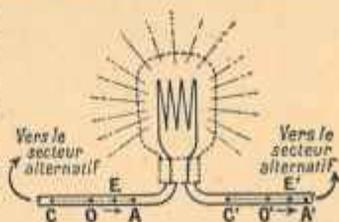

FIG. 20. — Les oscillations d'électrons dans le courant alternatif simple.
— Considérons (fig. 20) le cas des deux fils de jonction qui relient les bornes d'un secteur alternatif à la douille d'une ampoule allumée. Dans l'un de ces fils (celui de gauche, par exemple), un électron E effectue des oscillations telles que OAO, dont la durée est $1/50$ de seconde et dont l'« amplitude » OA est de l'ordre d'un centième de millimètre. C'est donc une grossière erreur de croire — comme on le fait parfois — que les électrons parcourent la canalisation tout entière de bout en bout...
On dit que la *fréquence* des courants alternatifs industriels est 50 périodes par seconde ou, plus brièvement, 50 *cycles* (fréquence normale). Ces courants alternatifs sont exactement de même nature que les oscillations dont sont le siège les antennes des postes de T. S. F.; mais, tandis que les lignes de lumière et de force emploient des *basses fréquences*, les émissions radiophoniques utilisent des *hautes fréquences*: Radio-Paris a choisi une fréquence de 182 kilocycles; en une seconde, les électrons de l'antenne effectuent 182 000 oscillations analogues à OAOCO (fig. 20).
La question essentielle qui se pose est la suivante: quelle relation peut-il y avoir entre la vitesse *continue* communiquée par un accu aux électrons (fig. 17) et la vitesse *maximum* des électrons en O ou en O' (fig. 20), pour que le débit de chaleur soit le même. On se rend compte que la vitesse en O — qui n'est atteinte que pendant un instant extrêmement court — doit être *plus grande* qu'une vitesse qui reste constamment la même. D'une manière plus précise, le calcul et l'expérience sont d'accord pour conclure que la vitesse maximum en O (fig. 20) soit 1,414 fois plus grande (1) que la vitesse continue (fig. 17). Quand cette condition est remplie, on dit que l'*intensité efficace* du courant alternatif est égale à l'intensité du courant continu qu'il est capable de remplacer.
avant de s'en servir; » l'agitation du liquide du flacon donne une image de l'oscillation des électrons (fig. 20) sous l'influence d'une tension alternative. Au contraire, la versée du liquide dans une cuiller à soupe est analogue à l'écoulement uniforme des électrons (fig. 17) soumis à une tension continue.
Les machines génératrices — dites « alternateurs triphasés » — qui tournent dans les usines électriques ont pour effet de faire osciller les électrons dans les trois fils F_1, F_2, F_3 ; mais, à l'inverse de ce qui a lieu pour l'alternatif simple (électrons E, E' de la figure 20), les électrons E_1, E_2, E_3 (fig. 21) ne sont pas « en phase ». La durée d'une oscillation complète (telle que O_1, A_1, O_1, C_1, O_1) est à nouveau un cinquantième de seconde, mais les trois électrons *se courent l'un après l'autre et se suivent à un cent cinquantième de seconde* d'intervalle, ainsi que le montre clairement notre figure 21.